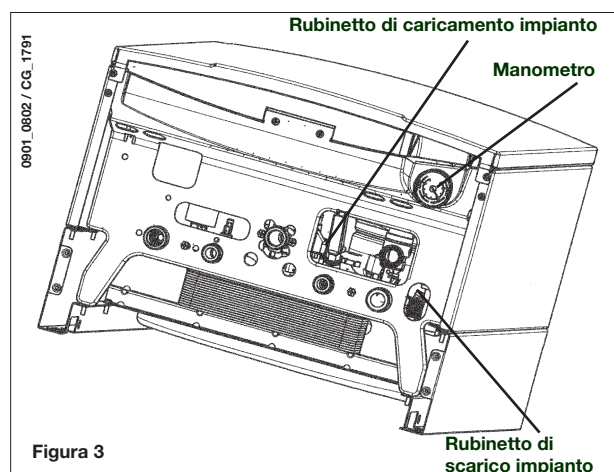

Figura 3
**IMPORTANTE:** Verificare periodicamente che la pressione, letta sul manometro (Figura 3), ad impianto freddo, sia di 0,7 - 1,5 bar. In caso di sovrappressione agire sul rubinetto di scarico caldaia, nel caso sia inferiore agire sul rubinetto di caricamento della caldaia (figura 3).